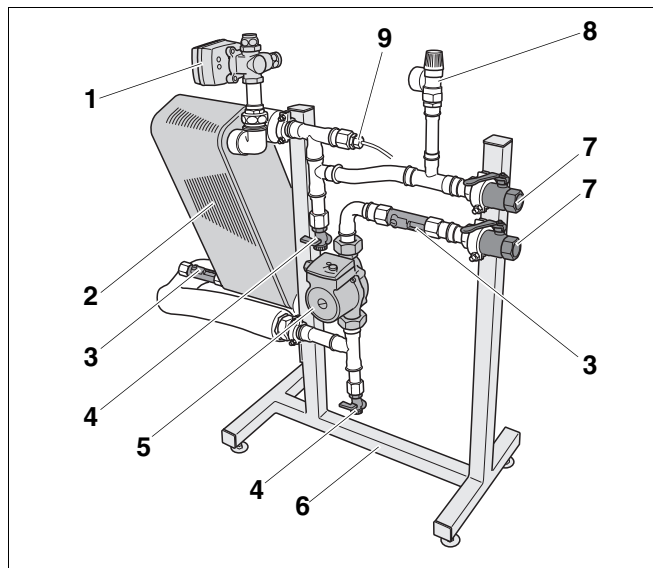

Abb. 1 Pufferentladestation
- Dreiwegmischventil (Abb. 1, **Pos. 1**) – begrenzt die Vorlauftemperatur im Beladekreis
- Plattenwärmetauscher (Abb. 1, **Pos. 2**) – überträgt die Wärme des Pufferspeichers auf das Trinkwasser
- zwei Durchflussmengenbegrenzer (Abb. 1, **Pos. 3**) – müssen bei der Inbetriebnahme im Zusammenhang mit der Anlagenleistung primär- und sekundärseitig eingestellt werden
- zwei FE-Hähne (Abb. 1, **Pos. 4**) – zum Befüllen, Entleeren und Spülen der Pufferentladestation
- Umwälzpumpe, PWT (Abb. 1, **Pos. 5**) – für Ladebetrieb des Vorwärmerspeichers
- Tragrahmen (Abb. 1, **Pos. 6**)
- zwei Absperrhähne (Abb. 1, **Pos. 7**) – zum Absperrren bzw. vorrangig zum Spülen
- Sicherheitsventil (Abb. 1, **Pos. 8**) – dient nur der Absicherung der Pufferentladestation. Der Vorwärmerspeicher muss gesondert abgesichert werden.
- Temperaturfühler, FWT (Abb. 1, **Pos. 9**) – muss an das Regelgerät KR-VWS angeschlossen werden. Er regelt zusammen mit dem Dreiwegmischventil (Abb. 1, **Pos. 1**) und dem Regelgerät die Ladetemperatur des Vorwärmerspeichers.